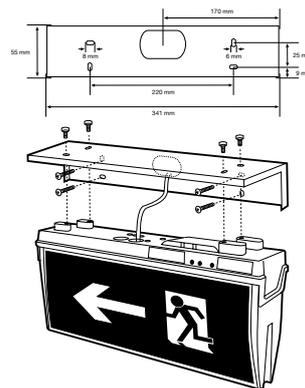

ABB. 6
- Platzieren der Piktogrammfolie (Abb. 6). Die selbstklebenden Piktogrammfolien können einfach nach dem Abziehen des rückwärtigen Trägers durch Benetzen der Klebflächen mit Wasser auf der Leuchtenabdeckung platziert werden. Mit einem Schieber wird von der Mitte ausgehend zu den Rändern das Wasser und ggf. die Luft herausgestrichen.